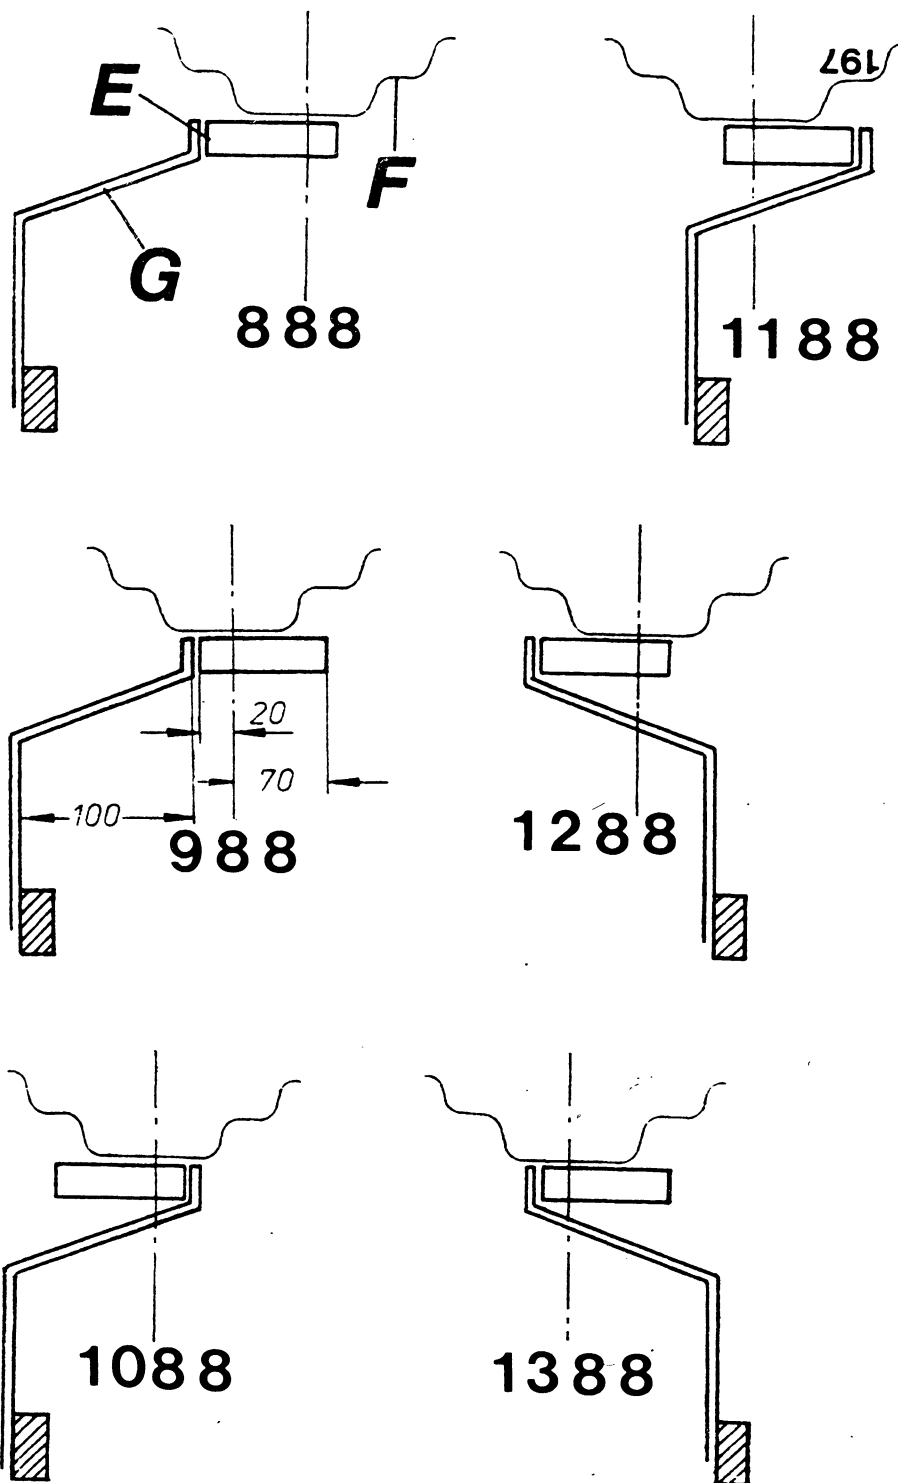

Abb. 7z
Verstellfelgen In Sprüngen von 100 mm sind Spurweiten von 888 bis 1388 mm möglich (Abb. 7z).
1. Lösen der Felgen-Verschraubungen (bei E/7z) und beidseitiges Umdrehen der Felge (F/7z) auf der Radschüssel (G/7z) nach entsprechendem Schema in Abb. 7z.